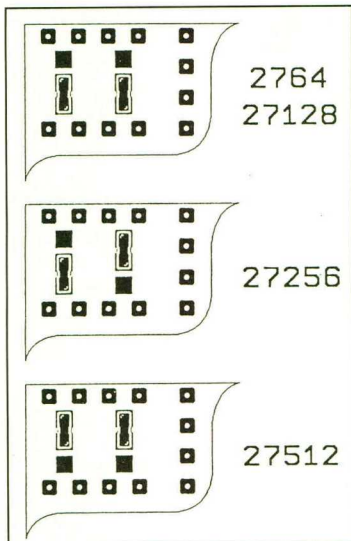

Bild 7: Der EPROM-Typ kann auch fest eingestellt werden. Ein wenig Lötzinn ersetzt die teuren DIP-Schalter.
Die Bauteile kosten ohne Platine und EPROM ca. 10,- DM. Werauf die auslesbaren DIP-Schalter (A) verzichten will, kann zusätzlich das SIL-Array und die Dioden weglassen. Auch auf die DIP-Schalter zur Einstellung des EPROM-Typs (B) kann man eventuell verzichten, wenn man die nötigen Verbindungen zwischen den Kontaktflächen auf der Platinenrückseite gemäß Bild 7 mit etwas Lötzinn herstellt. Dies ist jedoch nur empfehlenswert, wenn man ausschließlich mit einem EPROM-Typ arbeitet.